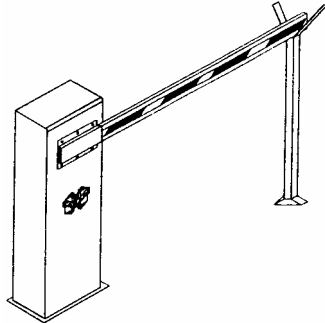
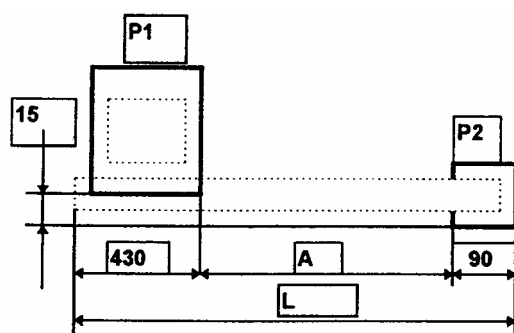
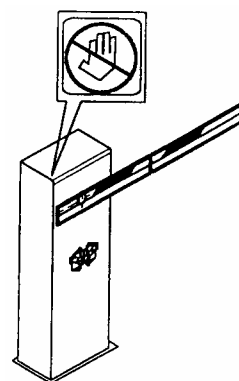

Рис.8 Неподвижная опора стрелы шлагбаума.
Рис.16 Эскиз для установки шлагбаума и неподвижной опоры.
Рис.17
- 11. Для обеспечения электрической безопасности установите наклейку в соответствии с рис. 17. При использовании неподвижной опоры рис.8 установите ее в соответствии с рис. 16;